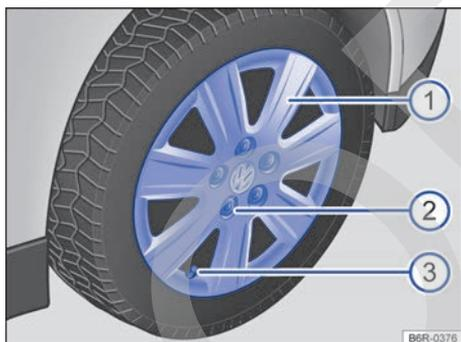

Fig. 210 Desmontar el tapacubos integral que va atornillado.
El tapacubos → fig. 210 ① va fijado con los tornillos de rueda y no se puede extraer tirando de él.